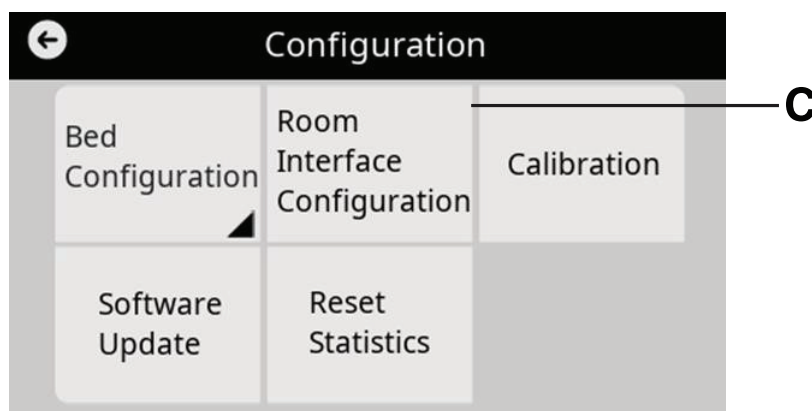

Figura 6 – Meniu de configurare ProCuity
4. În meniul de configurare, selectați **Configurare interfață cameră (C)** (Figura 6).